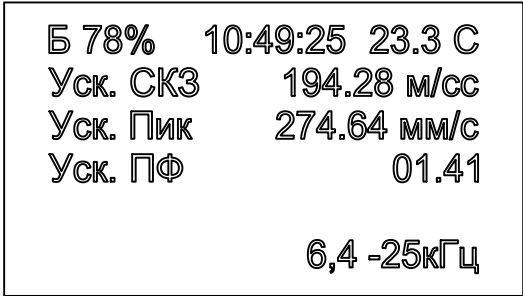

Рис.30
5.3.6. Особо следует отметить, что при назначении полосовых фильтров (п.4.3.11) высокой частоты (ВЧ) для специальных измерений (от 6,4 до 25кГц, от 10 до 25кГц, от 15 до 25кГц) виброметр выполняет измерение только ускорения с физическими значениями СКЗ, Пик, ПФ (рис. 30).